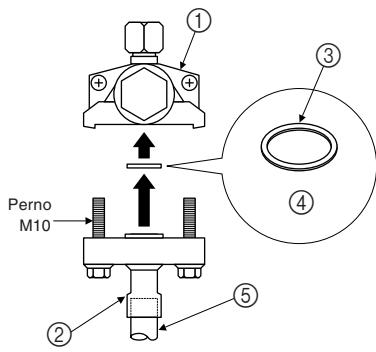

Fig. 5-2
- (A) Panel de servicio
- (B) Tubos del lado derecho (Pieza desmontable)
- (C) Tubos inferiores (Pieza desmontable)
- (D) Tubería frontal (Pieza desmontable)
(3) Utilice el siguiente procedimiento para conectar el tubo del lado del gas. (Fig. 5-2)